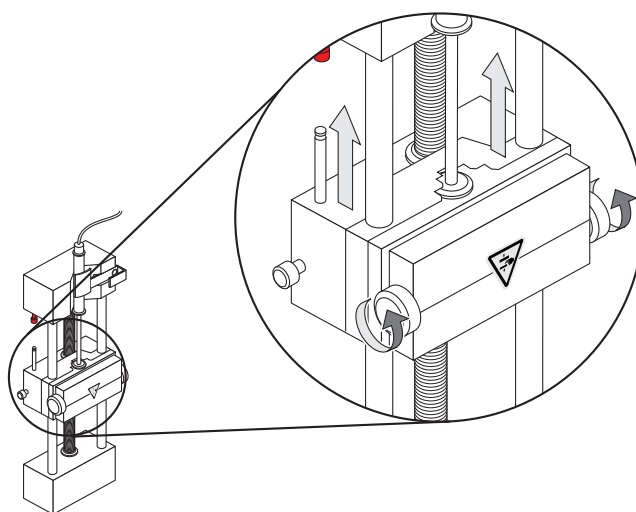

Figura 1-6 Pompa a siringa
3. Girare le viti laterali come mostrato in Figura 1-6 per fissare la siringa.